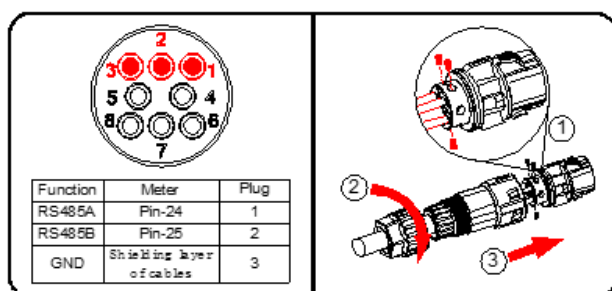

FIG 6 – Montagem do plugue
4. Passe a outra extremidade do cabo, na sequência, pela porca de aperto, anel de vedação e receptáculo do plugue, conforme a FIG. 6
6. Conforme a FIG. 6, ajuste o comprimento do cabo, aperte a porca de travamento do plugue no corpo do conector e depois empurre o plugue montado para dentro da carcaça